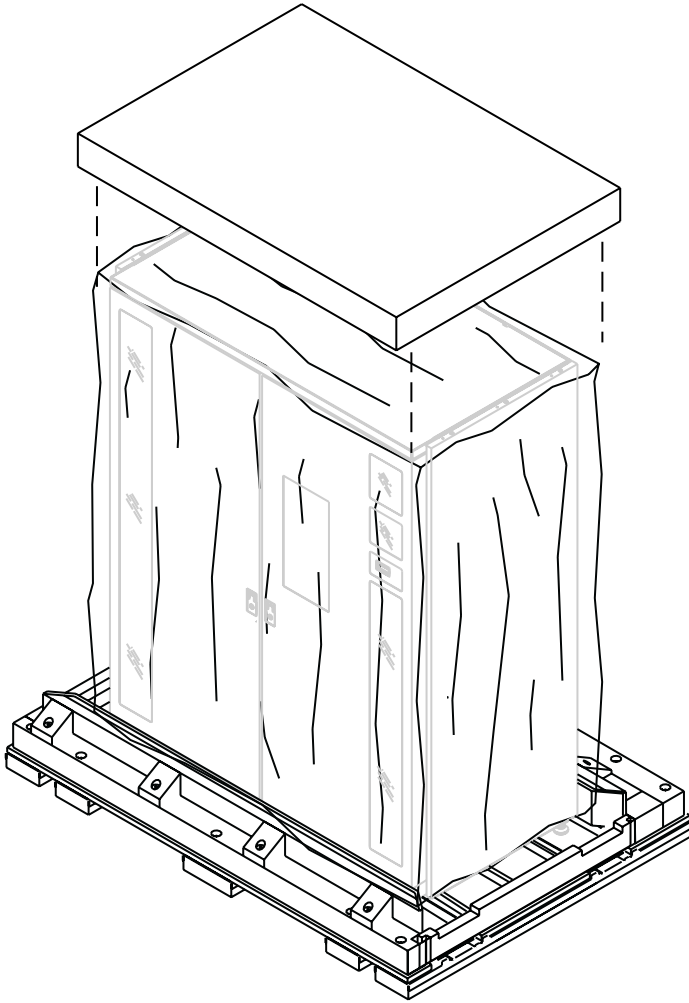

図4-5: 発泡樹脂キャップの取り外し
9. 発泡樹脂キャップを上を持ち上げて、ライブラリから外します（図4-5を参照）。